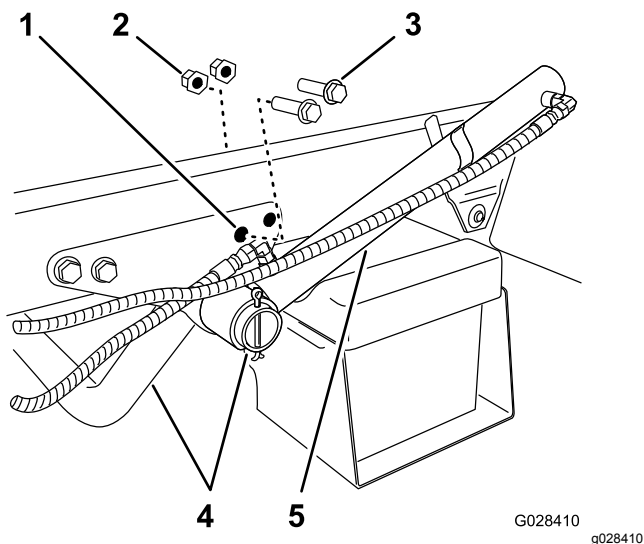

Figura 6
1. Rimuovete i 2 bulloni a testa flangiata posteriori e i 2 dadi di bloccaggio flangiati che fissano la staffa di supporto del tubo del motore al telaio della macchina (Figura 6).
2. Ruotate il cilindro di sollevamento per avere spazio libero a sufficienza per installare la staffa di fissaggio per il telaio di supporto del serbatoio (Figura 6).